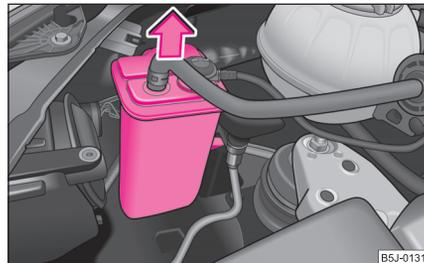

Abb. 185 Aktivkohlebehälter herausnehmen
- Nehmen Sie bei einem Fahrzeug mit Benzinmotor vor dem Lampenwechsel im rechten vorderen Scheinwerfer den Aktivkohlebehälter heraus ⇒ Abb. 185.